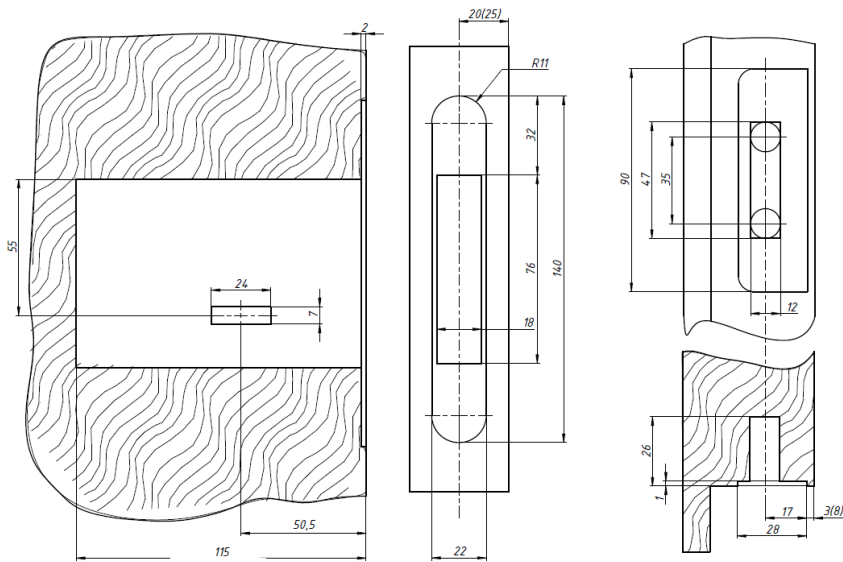

Рис.3
1. Произвести разметку и оформление необходимых отверстий на двери и косяке, как показано на рис.3 (для двери толщиной 40 мм). Для двери толщиной 50 мм размеры указаны в скобках.
2. Установить замок в дверь, запорную планку – в дверную раму (рис.3).